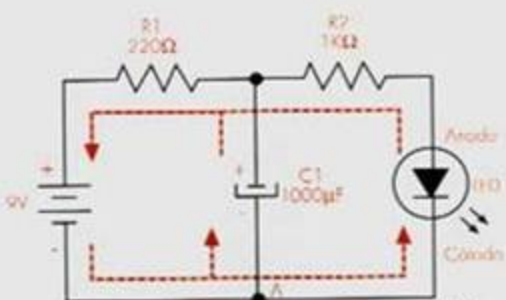

Figura 1. Diagrama esquemático
- 1 • Arme el circuito que se muestra en el diagrama esquemático de la figura 1 usando como guía el diagrama pictórico.